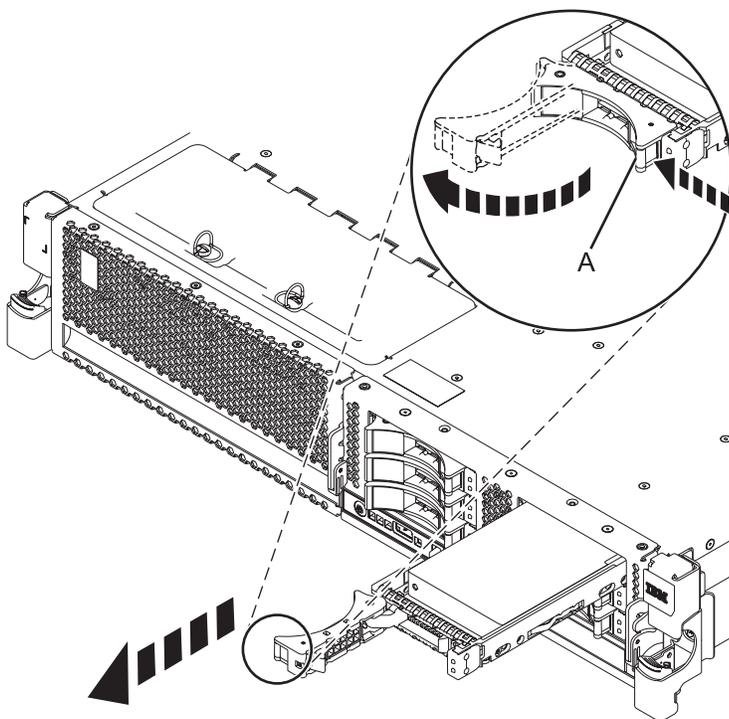

Figura 33. Extracción de una unidad de disco del sistema
1. En el sistema, desbloquee el asa de la unidad ejerciendo presión y tirando de ella hacia usted, como se muestra en la Figura 33 en la página 54.